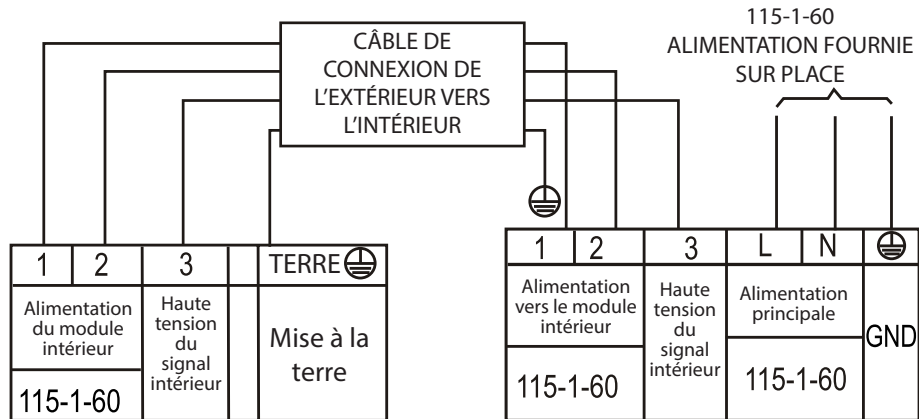

Fig. 23 – Diagramme de connexion - capacité 12K (115V)
8. Raccordez le câblage de l'appareil extérieur conformément au schéma de connexion (voir les figures 23 et 25).